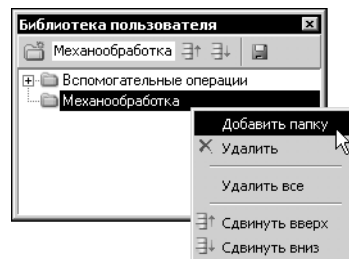

Рис. 9.39. Создание вложенной папки
1. Нажмите кнопку **Создать папку** на инструментальной панели библиотеки (рис. 9.39).
- Щелчком правой кнопки мыши откройте контекстное меню и выберите пункт **Добавить папку** (рис. 9.39).
Пользователь может редактировать относительное расположение папок и их содержимого. Для этого следует воспользоваться функцией «drag&drop», кнопками **Переместить выше** и **Переместить ниже** на инструментальной панели библиотеки, «горячими» клавишами *<Ctrl>* + *<↓>* или *<Ctrl>* + *<↑>*, либо соответствующими командами контекстного меню (см. рис. 9.39). Все эти функции стандартны для компонентов ВЕРТИКАЛЬ, поэтому подробно рассмотрены только в разделе 4.1 на примере дерева КТЭ.
- Щелчком правой кнопки мыши откройте контекстное меню и выберите пункт **Удалить** (контекстное меню — см. рис. 9.39).